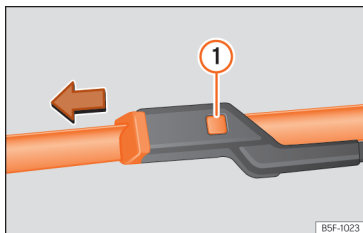

Fig. 152 Substituição das escovas do limpa para-brisas.
- Mantenha pressionado o botão de desbloqueio » » » Fig. 152 ① puxando ligeiramente pela escova no sentido da seta.